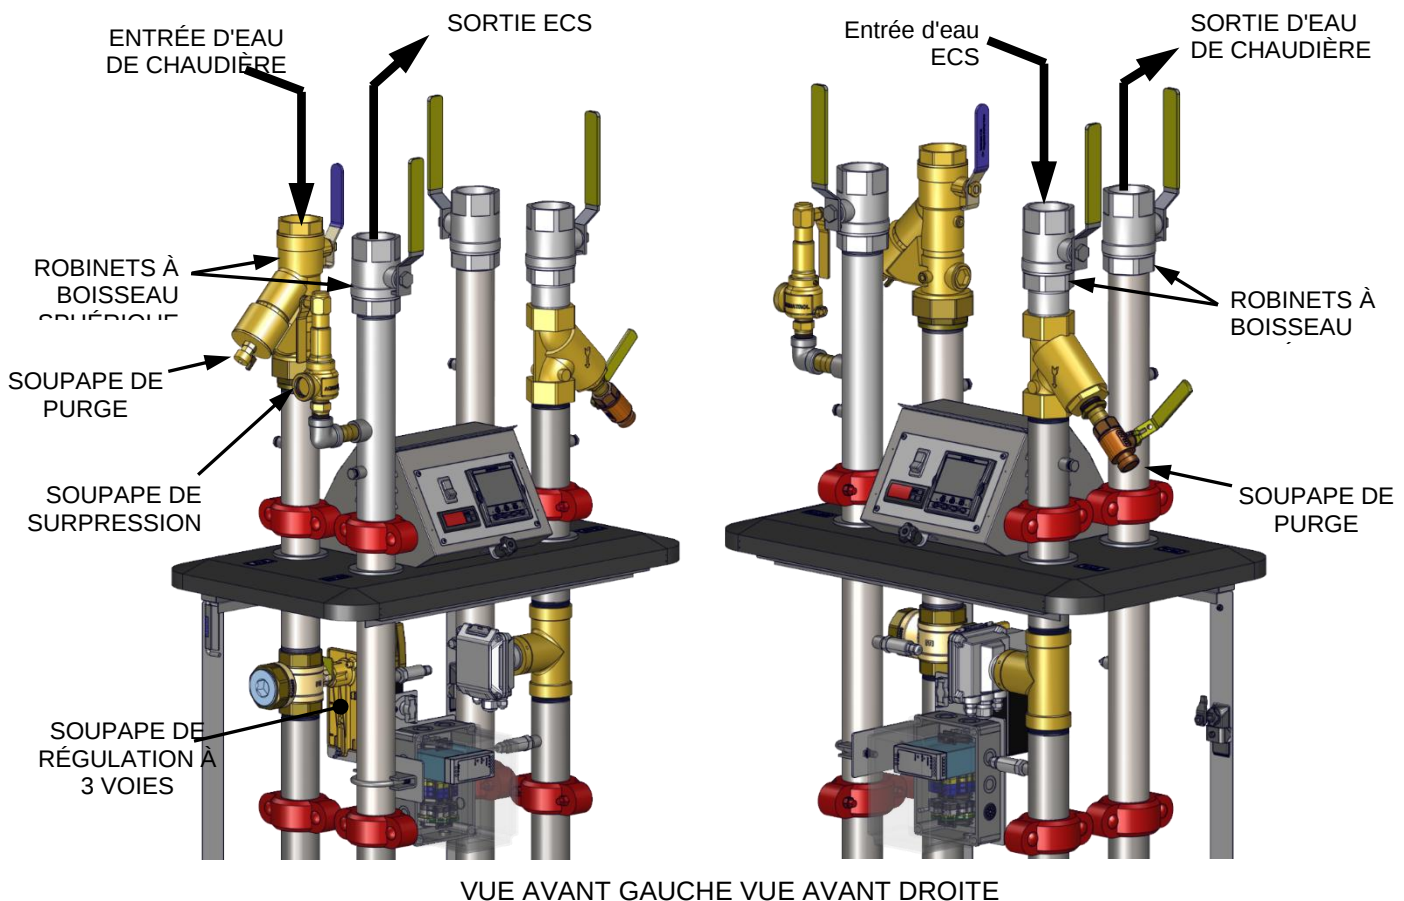

Figure 8-1: Composants de tuyauterie
3. Ouvrez les deux vannes de purge (voir Figure 8-1) pour permettre à l'air d'entrer pendant la vidange.